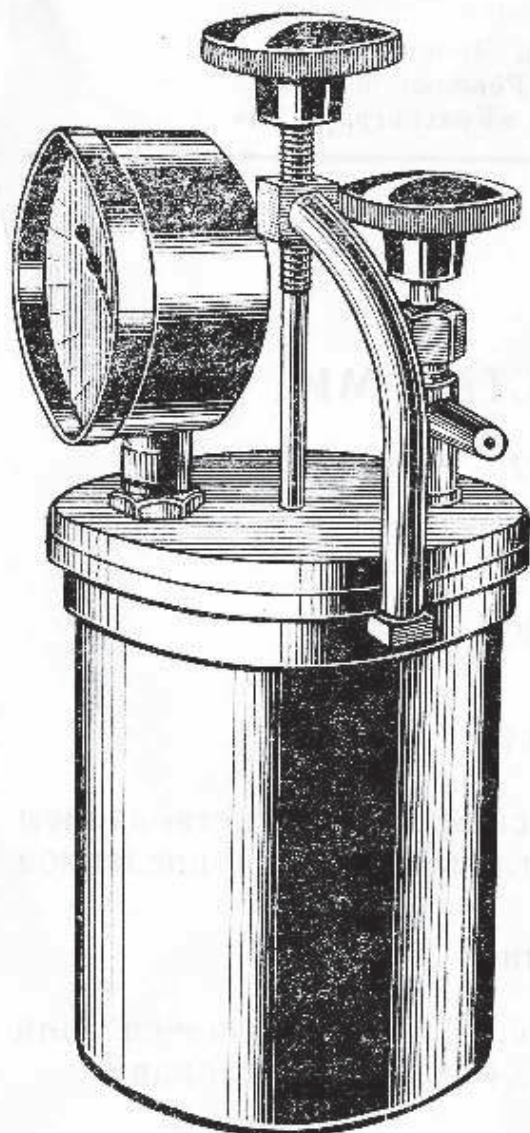

Рис. 1. Микроанаэростат МИ
1.1. Микроанаэростат МИ (рис. 1) предназначен для выращивания микроорганизмов в анаэробных условиях.